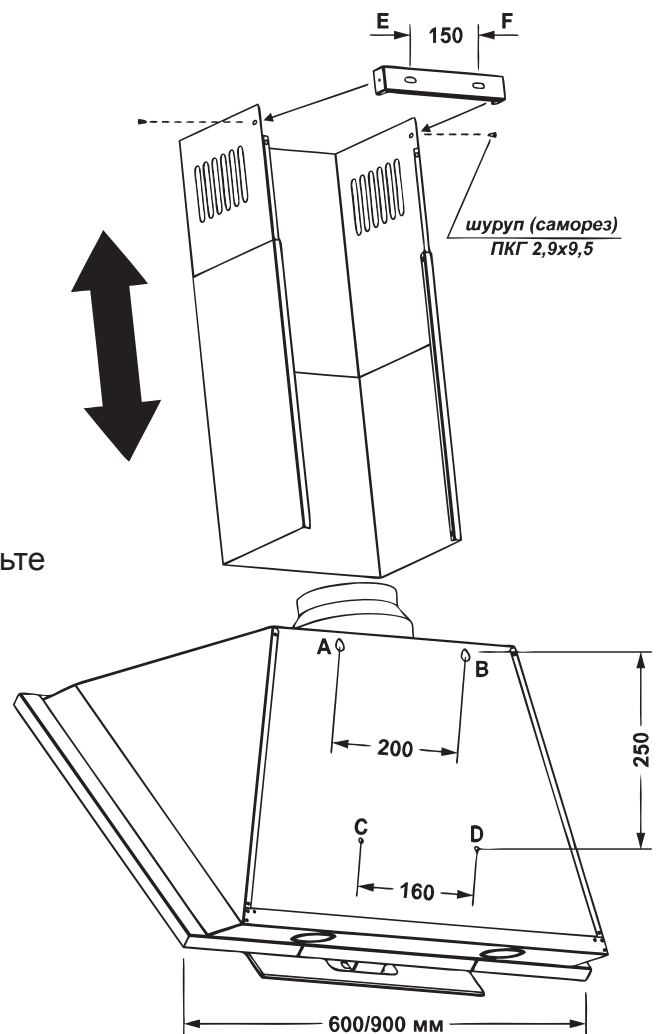

Рис.4
6.4 Перед тем, как приступить к сверлению отверстий под крепёжные изделия, необходимо произвести для них разметку на стене. Для этого изготовьте бумажный шаблон с координатами фигурных отверстий блока, приложите шаблон к стене на необходимой установочной высоте, которая указана выше, и выровняйте по уровню (рис.4).
планки **2** отверстия под крепление (точки E, F)_(рис.4).
6.12 Установите внешнюю панель кожуха дымохода в пазы на корпусе вытяжки, а внутреннюю – поднимите вверх до совмещения отверстий крепления с планкой и соедините с боков **2-ма шурупами ПКГ 2,9x9,5** (рис.4).